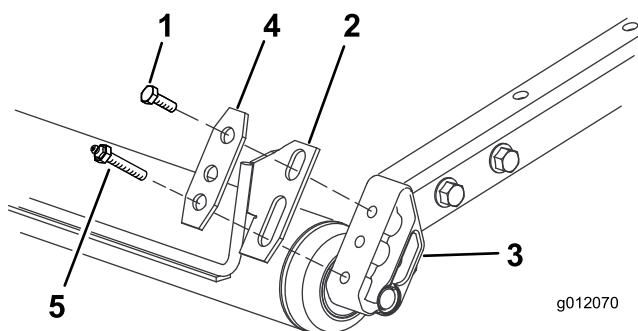

Figura 1
3. Coloque sem apertar cada extremidade do raspador e uma placa de raspador em cada montagem do rolo com o acessório de lubrificação/parafuso previamente retirado e um parafuso (3/8 x 3/4 polegada) (Figura 1).